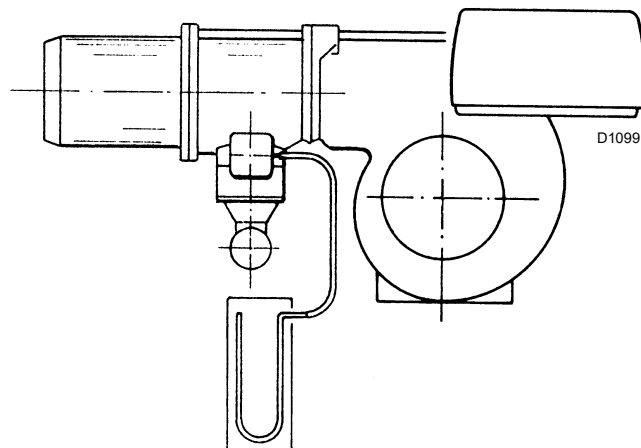

Abb. 21
- Ein U-Rohr-Manometer (Abb. 21) an der Gasdruckentnahmestelle der Muffe montieren.
In diesem Fall den Gasdurchsatz während der Zündung erhöhen. Das U-Rohr-Manometer (Abb. 21) zeigt den Gaseintritt an der Muffe an.